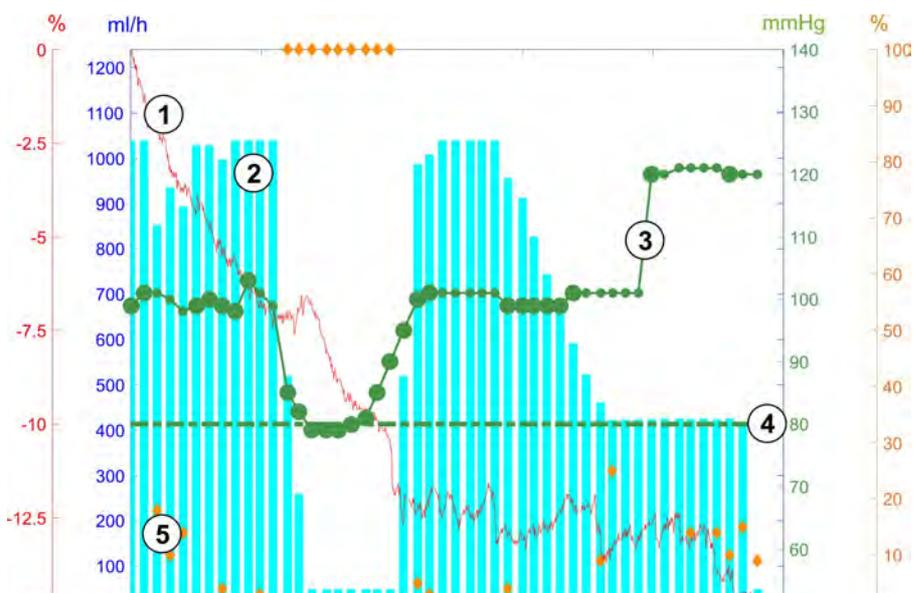

Fig. 11-20 Fusion bioLogic - exemplo para o controle da taxa de ultrafiltração
Experiências em diálise demonstram que doentes têm padrões de progressão de pressão sanguínea individuais durante um tratamento, e que uma diminuição no volume do sangue é o fator principal para um evento hipotensivo. Portanto, a Fusion bioLogic mede e monitoriza a pressão sistólica do paciente (longos e regulares intervalos de tempo apresentam fortes reduções do conforto do paciente devido a medições muito frequentes) e monitoriza continuamente o RBV entre essas medições. Se a pressão sanguínea sistólica cair ou demonstrar uma tendência decrescente, ou se o RBV violar os limites de declive RBV predefinidos, a Fusion bioLogic reduz a taxa UF. Neste caso, a pressão sanguínea estabiliza-se, e assim uma ocorrência hipotensiva é evitada (veja Fig. 11-20).
Se a pressão sanguínea sistólica (Fig. 11-20, ③) cair a um valor de  $1,25 \cdot \text{SLL}$  (limite sistólico inferior ④), o tempo entre as medições de pressão sanguínea é reduzido a 5 minutos. Se a pressão sanguínea sistólica medida cair abaixo de SLL, a taxa UF ② é reduzida imediatamente até que a pressão sanguínea alcance um valor mais alto que o desse limite inferior.
6	<p>Risco de evento hipotensivo (em %) como valor numérico e gráfico de barras.</p> <p>Com base nos valores da pressão sanguínea sistólica e nos valores de volume sanguíneo relativo / tendências, a Fusion bioLogic estima a probabilidade de um evento hipotensivo: o Risco Hipotensivo (vide Fig. 11-20 Fusion bioLogic - exemplo para o controle da taxa de ultrafiltração (295), ⑤ ). 0% significa condição estável do paciente, 100% significa condição instável do paciente.</p>
3. A fim de selecionar uma tendência, toque no campo de seleção de tendências ① .